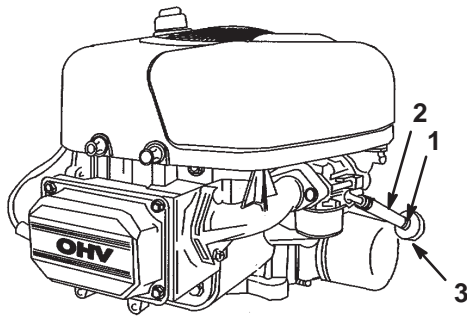

Bild 28
6. Öffnen Sie die Motorhaube und machen Sie den Kraftstofffilter ausfindig (Bild 28).
7. Drücken Sie die Enden der Schlauchklemme zusammen und schieben sie an der Kraftstoffleitung nach oben zum Kraftstofftank (Bild 28).
8. Ziehen Sie die Kraftstoffleitung vom Kraftstofffilter (Bild 28) herunter. Lassen Sie das Benzin in einen Benzinkanister oder eine Auffangschale ablaufen.
Tauschen Sie den Kraftstofffilter alle 100 Betriebsstunden oder mindestens einmal pro Jahr aus. Tauschen Sie den Kraftstofffilter am besten aus, wenn der Tank leer ist (Bild 28). Bauen Sie nie einen verschmutzten Filter wieder ein, wenn Sie diesen aus der Kraftstoffleitung entfernt haben.
6. Drücken Sie die Enden der Schlauchklemmen zusammen und schieben diese weg vom Kraftstofffilter (Bild 28).